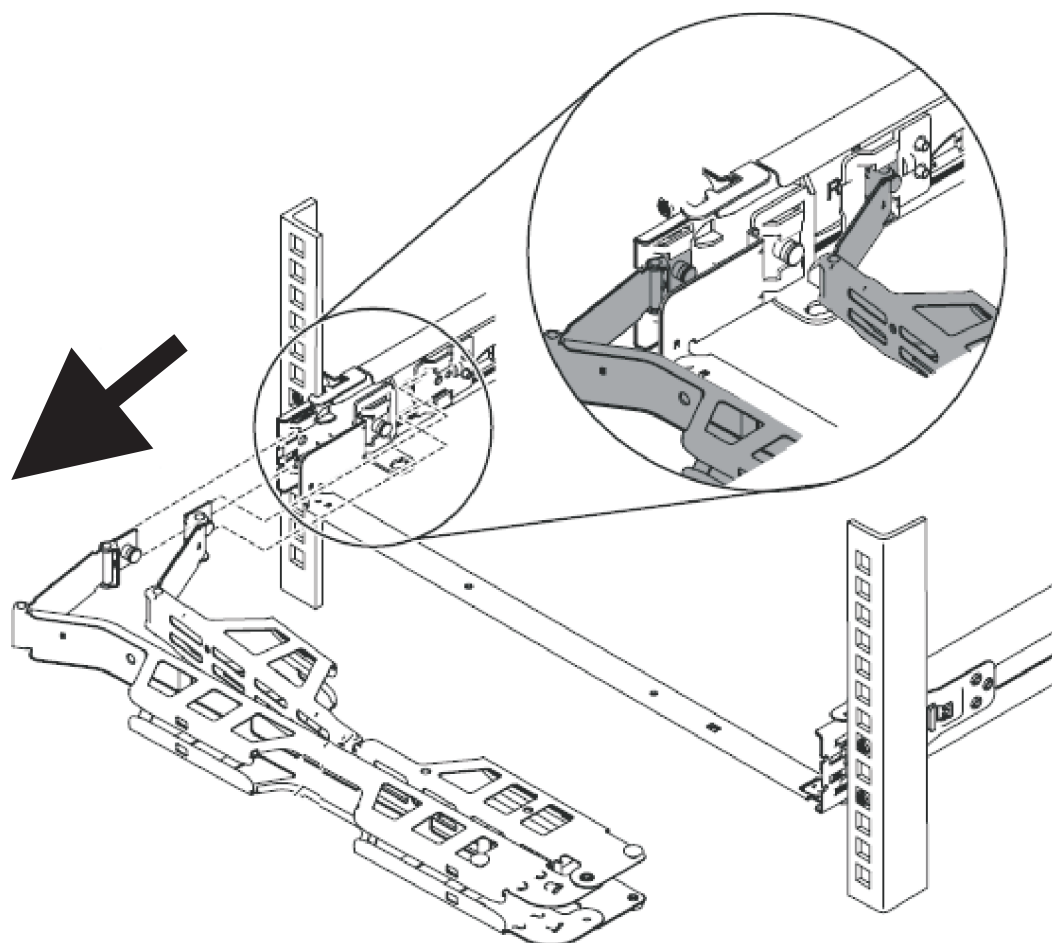

Figura 20. Removendo o suporte para organização de cabos
- a. Remova o suporte para organização de cabos puxando para fora os dois pinos do suporte para organização de cabos enquanto desliza as guias para fora do local de montagem, conforme mostrado em Figura 20 na página 35.